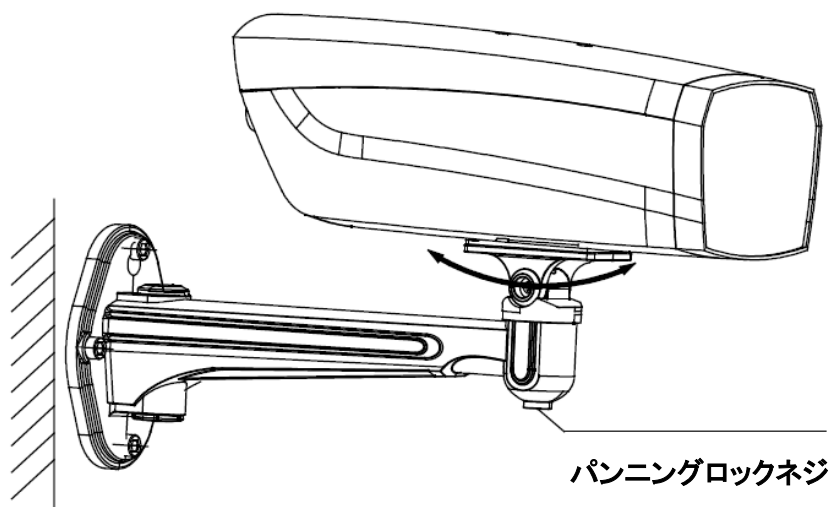

図 2-7 パン角度の調整
10. 図 2-7 に示すように、パンニングロックネジを緩めて、カメラのパン角度を調整します。